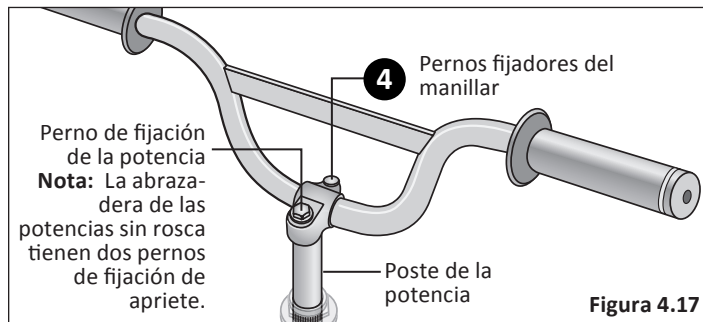

Figura 4.17
- 2 Con una llave Allen de 6 mm, afloje el perno fijador de la potencia, o los pernos fijadores de apriete, y mueva el manillar a izquierda o derecha hasta que quede alineado con la rueda delantera. **Figura 4.17**
- 1 Usando una llave Allen de 6 mm, afloje el perno o pernos de fijación del manillar). **Figura 4.17**